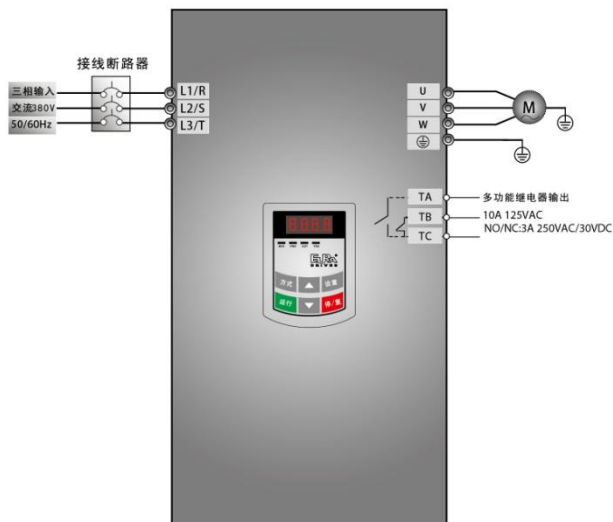

图 5-7 接线图 1
- (1) 按图 5-7 配线，检查接线正确后，合上空气开关，变频器上电；
- (2) 按方式键，进入编程菜单。
- (3) 进行电机参数测量
- (2) 按方式键，进入编程菜单；
- (3) 进行电机参数测量；操作步骤与例 1 完全相同。
- (4) 设置变频器的功能参数；